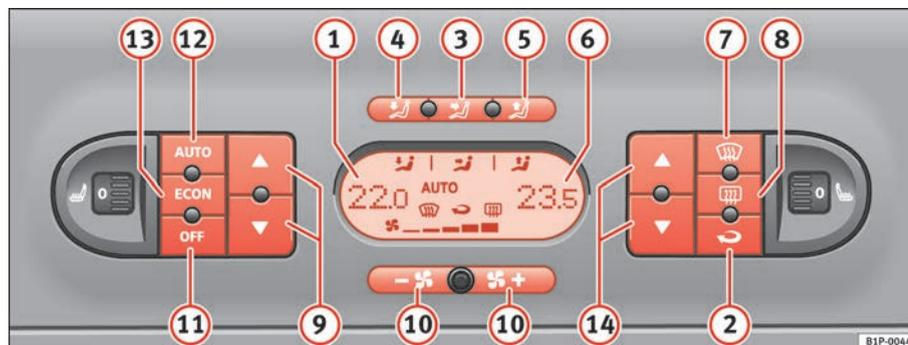

Fig. 112 Sulla plancia portastrumenti: i comandi del Climatronic 2C
- Premere uno dei tasti compresi tra ⇒ pag. 155, fig. 112 ③ e ⑤ oppure il tasto **ECON**; altrimenti ruotare la manopola di regolazione della ventola ⑩. Il simbolo **AUTO** scompare dal display.
- Il ricircolo dell'aria si attiva e si disattiva premendo il tasto  ⇒ pag. 155, fig. 112 . La funzione risulta attiva quando sul display appare il simbolo .